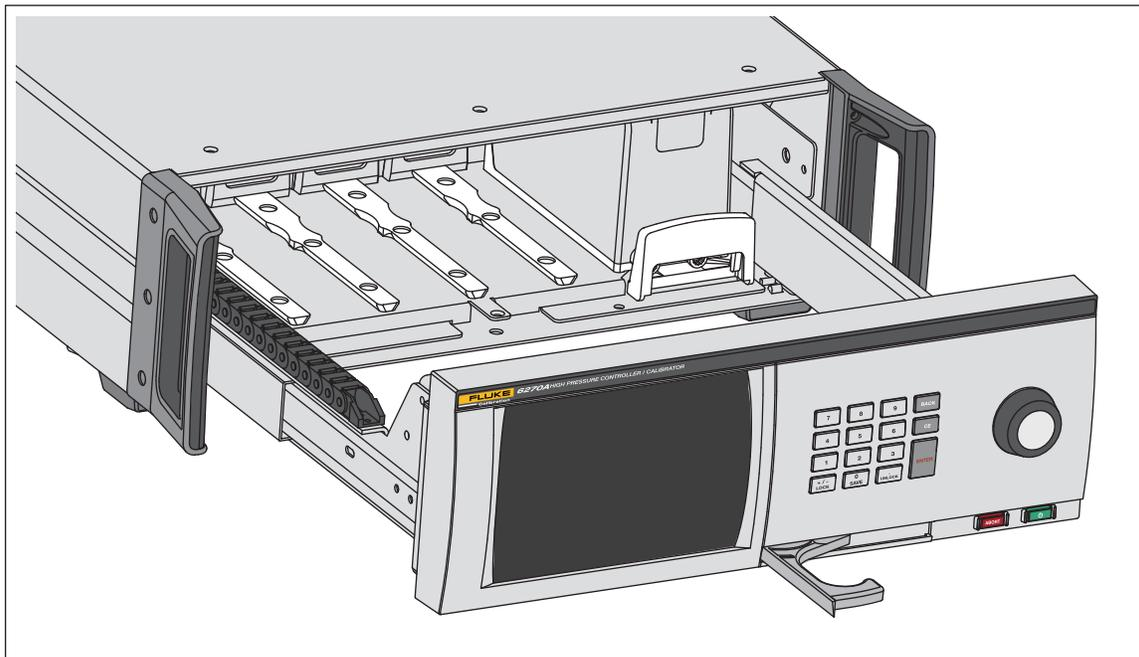

图 4. PCM 安装
5. PCM 位于模块托架的最右侧。将 PCM 底部的轨道和模块托架内的 PCM 插槽对齐。参见图 4。